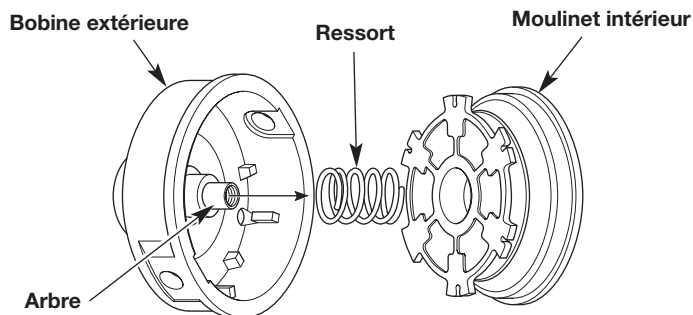

Fig. 11
3. Retirez le moulinet de la bobine extérieure (Fig. 11).
4. Retirez le ressort du moulinet (Fig. 11).